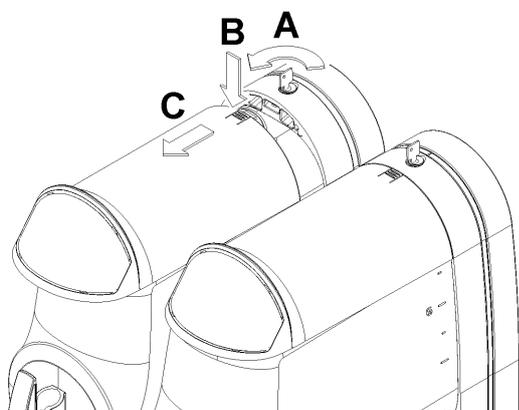

figura 9
**1** Per rimuovere il coperchio del contenitore, premere il tasto superiore e far scorrere il coperchio stesso verso la parte anteriore del contenitore. Nel caso sia presente la serratura per la chiusura di sicurezza del coperchio, ruotare la chiave in senso antiorario per sbloccare il tasto di apertura (vedere figura 9).